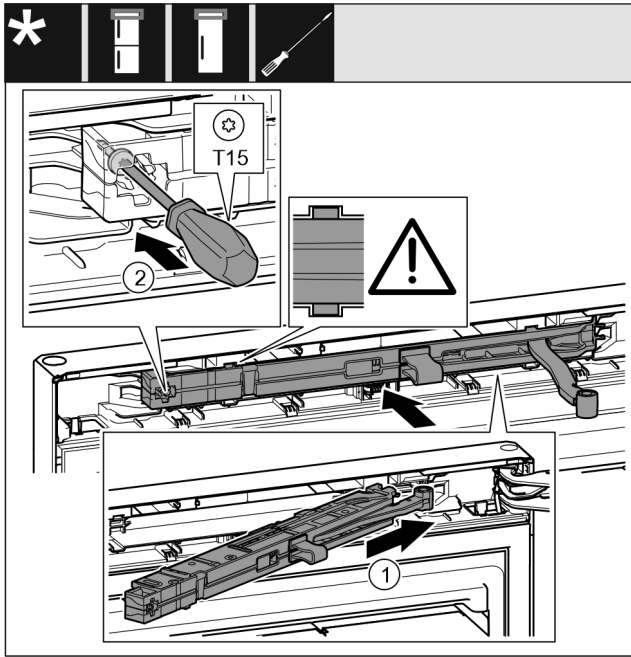

Fig. 30
- Côté support de palier, pousser l'unité d'amortissement de fermeture Fig. 30 (1) jusqu'en butée de biais dans l'évidement.
- Serrer la vis Fig. 30 (2) avec un tournevis.